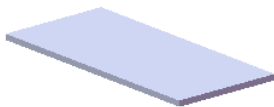
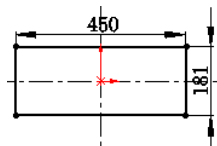

图 17.7.3 凸台—拉伸 1
图 17.7.4 横断面草图
Step2. 创建图 17.7.3 所示的零件基础特征——凸台—拉伸 1。
(1) 选择命令。选择下拉菜单 **插入(I)** → **凸台/基体(B)** → **拉伸(E)...** 命令。
(2) 定义特征的横断面草图。选取前视基准面作为草图平面，绘制图 17.7.4 所示的横断面草图。